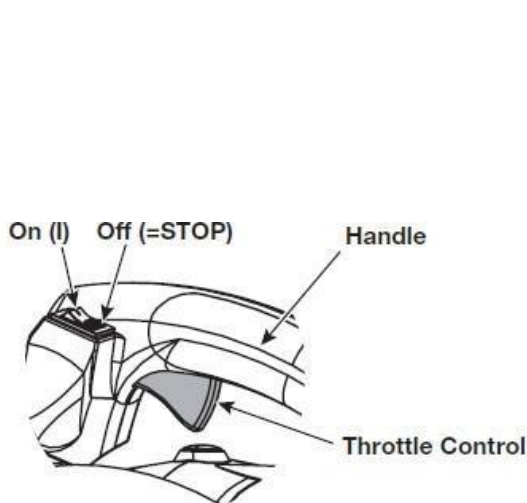

Fig. 9
**Opmerking:** Het is niet nodig het toestel in te schakelen. De aan/uit-schakelaar staat altijd in de stand ON (I) (Fig. 9).